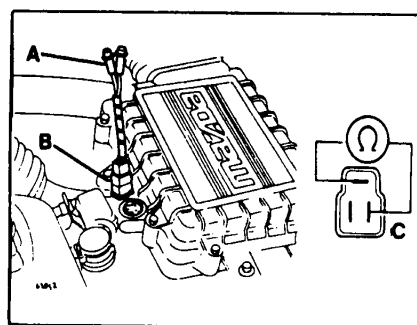

Рис. 8 Проверка датчика положения дроссельной заслонки
- Подсоедините контрольную лампу Mazda №49F018001 (рис. 8, А) к земному контрольному разъему.
- Отсоедините разъем датчика и измерьте сопротивление при закрытой и открытой дроссельной заслонке (рис. 8).